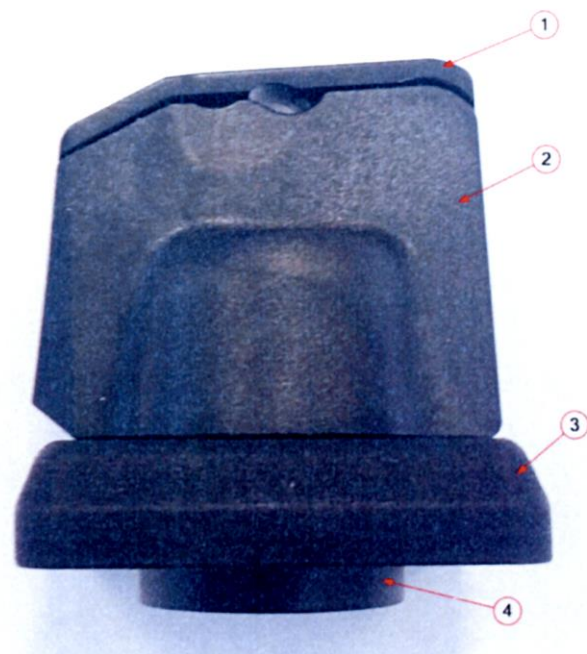

Fig. 2
- Fig. 2 – przedstawia widok rączki z lewego boku w stanie odblokowanym. Znajduje się na nim blokada rączki (1), uchwyt rączki (2), podstawa rączki (3) oraz pokrywa podstawy (4).